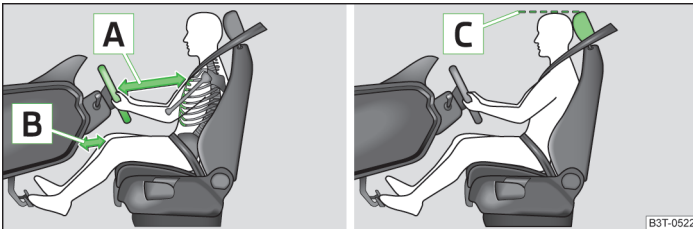

Fig. 148 Poziția corectă a șoferului / reglarea corectă a tetierei șoferului
- Reglați volanul astfel încât distanța dintre volan și torace să fie de cel puțin 25 cm [A] » fig. 148 și distanța dintre picioare și planșa de bord, în zona airbagului pentru genunchi, să fie de minim 10 cm [B].
- Reglați tetiera astfel încât marginea superioară a tetierei să se afle, pe cât posibil, la aceeași înălțime cu partea superioară a capului dumneavoastră [C] » fig. 148 la pagina 174.
- › Reglați tetiera astfel încât marginea superioară a tetierei să se afle, pe cât posibil, la aceeași înălțime cu partea superioară a capului dumneavoastră **C** » fig. 148 la pagina 174.